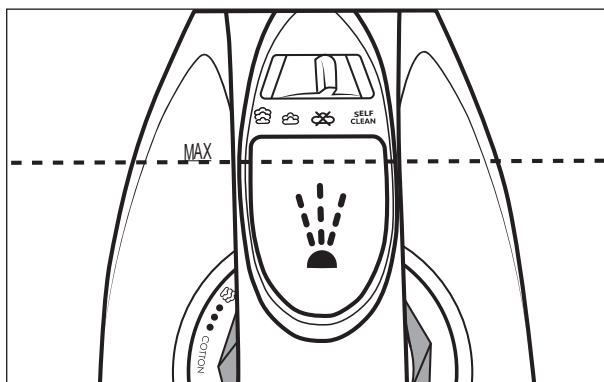

Abb. 1
- 3) Befüllen Sie mit dem Messbecher **1** den Wassertank **↙ 2** bis höchstens zur Markierung **MAX** (siehe Abb. 1).